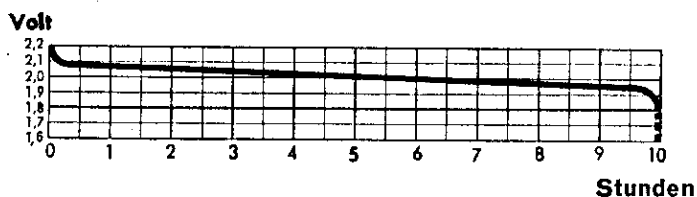

Abb. 6
62. Der Spannungsverlauf beim Entladen eines Bleisammlers ist je nach der Zeitdauer, während der die Zelle entladen wird, verschieden (Abb. 6). Die unbelastete Bleisammlerzelle besitzt nach dem Abschalten des Ladestromes eine Spannung von etwa 2,2 Volt.